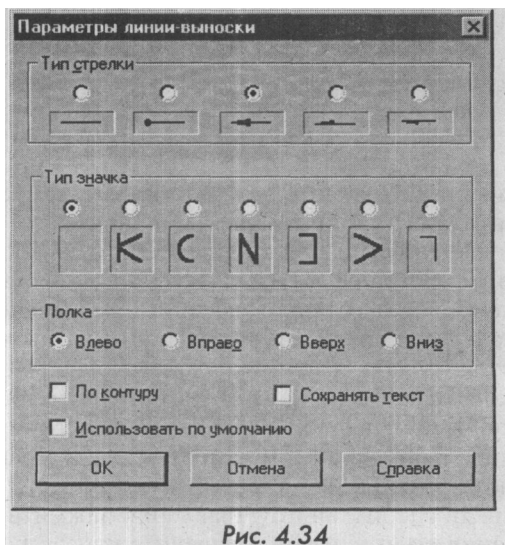

Рис. 4.34
22. Ввод обозначения линий выноски. Нажмите кнопку ID (**Линия-выноска**) и направьте курсор в точку начала полки с приближенными координатами $X = -(18-22)$, $Y = (183-188)$, ориентируясь по текущим координатам в левой части строки параметров. Щелкните мышью. Второй конец стрелки направьте в центр тоща стержня и также щелкните мышью, потом нажмите кнопку JJ (**Параметры**) и в диалоговом окне в блоке **Полка** установите точку напротив слова **Влево**. Нажмите ОК (рис. 4.34).